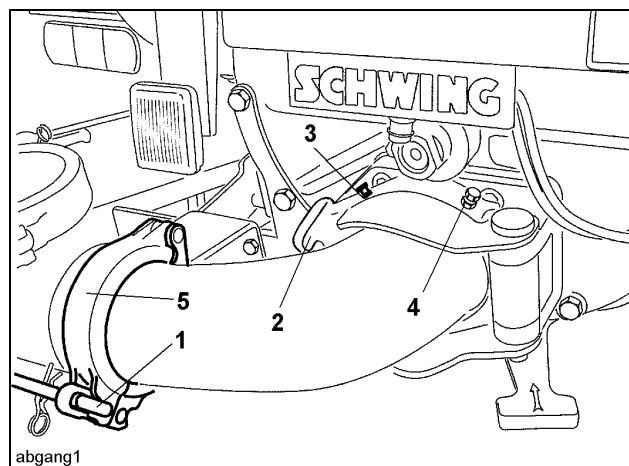

Fig. 1
- Coloque las cuñas 1 y 2 (Fig. 1) y fijelas introduciéndolas a golpes.